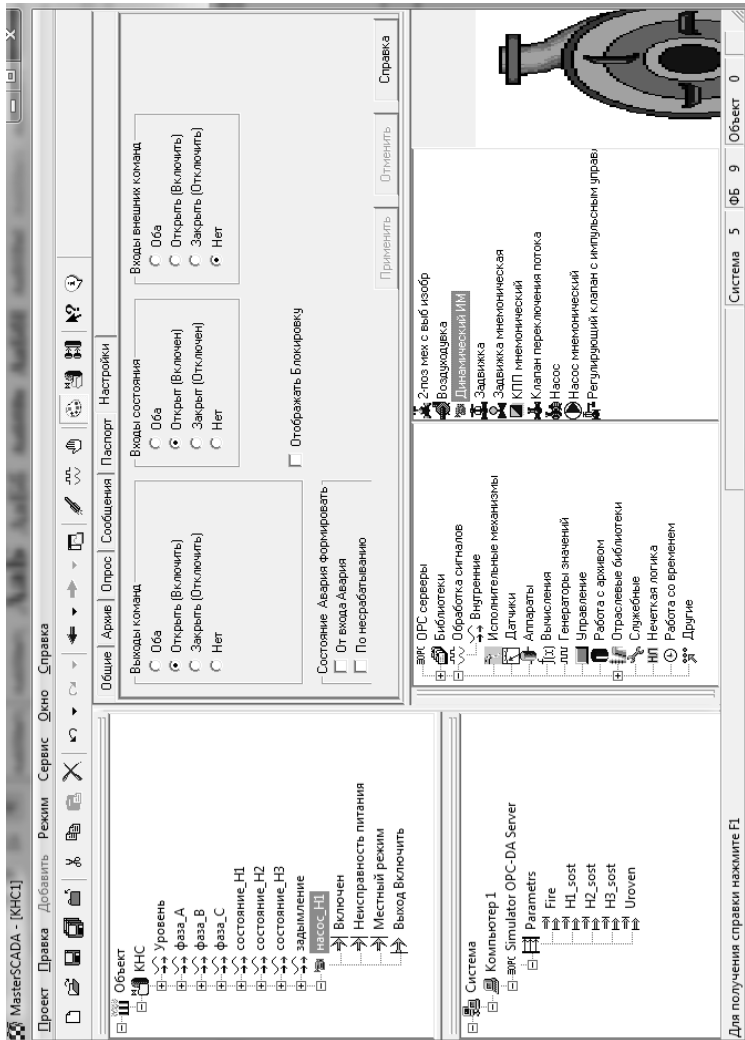

Рис. 2.20. Добавление ФБ из палитры функциональных блоков в дерево объектов
7. Перетащим из палитры функциональных блоков в дерево объектов (в объект «КНС») ФБ «Динамический ИМ» и заменим его название на «насос_H1». Затем произведём настройку этого ФБ (рис. 2.20).